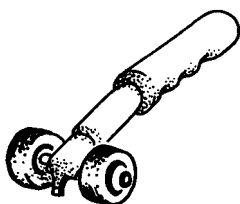

Рис. 1.22. Колесики
- ❑ Колесики (рис. 1.22). Инструмент для заглабления растворных швов ниже поверхности кладки.